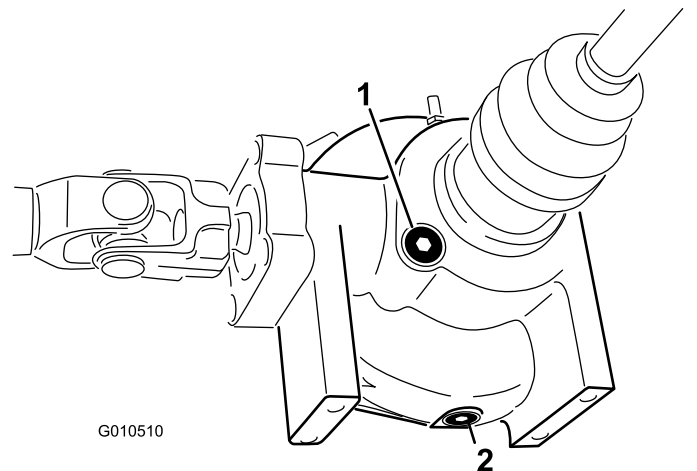

Bild 44
4. Reinigen Sie den Bereich um die Füll-/Prüfschraube seitlich am Differenzial (Bild 44).
4. Reinigen Sie den Bereich um die Ablassschraube an der Seite des Differenzials (**Bild 44**).